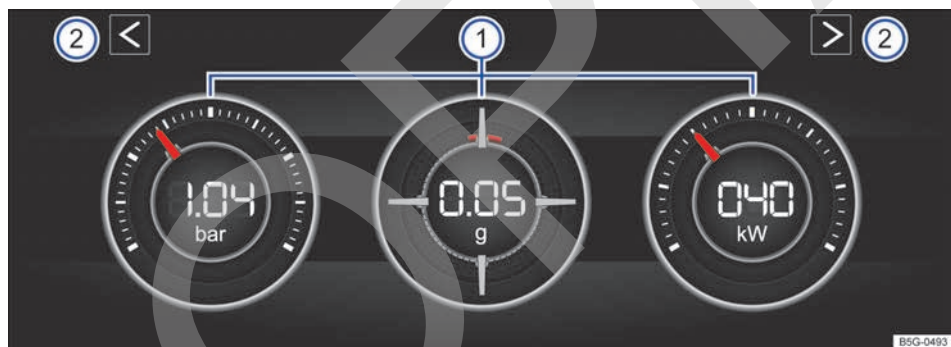
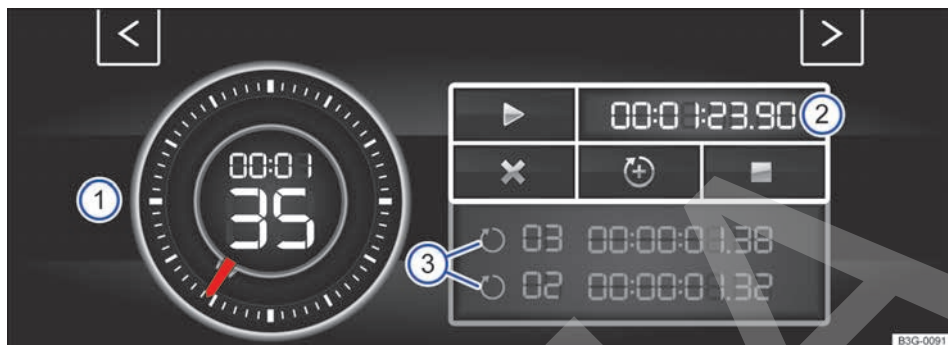
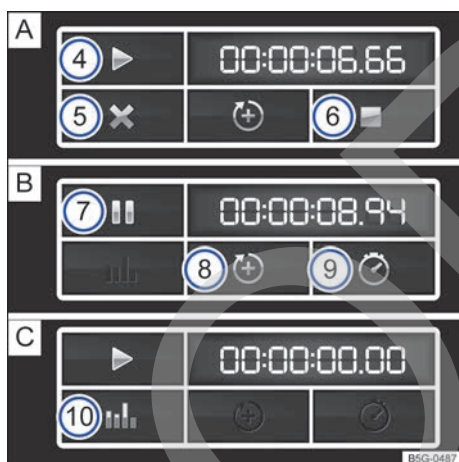

Fig. 29 En el sistema de infotainment: monitor de potencia.
Fig. 30 En el sistema de infotainment: cronómetro, botones de función y tiempos de las vueltas.
Fig. 31 Botones de función en el sistema de infotainment: cronometraje en caso de una vuelta **A** detenida, **B** en curso y **C** finalizada.
Legenda de la fig. 29
- ① Áreas de visualización.
- ② Flechas para cambiar al cronómetro.
Si desea cambiar entre el monitor de potencia y el cronómetro → pág. 47, pulse sobre una de las flechas que hay a la derecha y a la izquierda por encima de los instrumentos → fig. 29 ②.
La pantalla puede mostrar simultáneamente 3 instrumentos, como máximo. Todos los instrumentos se pueden seleccionar indistintamente para cualquier área de visualización → fig. 29 ① (izquierda, central y derecha).
- **Indicador de la presión de sobrealimentación:** este indicador → fig. 29 ① (a la izquierda) muestra la presión en el tramo comprendido entre el turbocompresor y el motor (en la unidad "bar"). Cuanto más a la derecha se encuentre la aguja en la escala, mayor será la potencia que entrega el motor.
- **Medidor de la aceleración (acelerómetro):** el medidor de la aceleración (acelerómetro) → fig. 29 ① (en el centro) muestra en la zona central el valor de la aceleración (en la unidad "g"). La marca roja de la zona con forma reticular muestra la fuerza de la aceleración y la dirección de la fuerza que actúa (en dirección opuesta según las leyes físicas). Si, p. ej., se gira hacia la izquierda, la marca roja se mueve en la zona derecha del instrumento (y viceversa). La marca roja se mueve hacia abajo cuando se acelera, y hacia arriba, cuando se frena. La fuerza de la aceleración se representa mediante la posición de la marca roja de dentro hacia fuera. Cuando aumenta la aceleración, la marca roja se aleja de la zona central.
- **Indicador de potencia:** el indicador de potencia → fig. 29 ① (a la derecha) muestra la potencia del motor solicitada en formato digital y en la escala circundante (en kW).
Leyenda de la → fig. 30 y → fig. 31
- En el monitor de potencia, pulse una de las flechas → fig. 29 ② para cambiar al cronómetro.
- En el monitor de potencia, pulse una de las flechas → fig. 29 ② para cambiar al cronómetro. ▶
Con las flechas → fig. 29 ② o → fig. 30 puede cambiar en todo momento entre el cronómetro y el monitor de potencia.
Iniciar o continuar el cronometraje	<p>Pulse el botón de función ► → fig. 31 A ④ para comenzar o continuar.</p> <p>Si el encendido está desconectado no es posible el cronometraje. Aparece un mensaje en la pantalla.</p> <p>Pulse Iniciar para comenzar con el cronometraje. El cronometraje comienza automáticamente en cuanto el vehículo se mueve marcha adelante.</p> <p>Solo es posible comenzar con una primera vuelta nueva si anteriormente se han puesto los datos de la estadística a cero.</p>
Finalizar el cronometraje	<p>Pulse el botón de función de finalizar ■ → fig. 31 A ⑥.</p>
Detener el cronometraje	<p>Pulse el botón de función de pausa II → fig. 31 B ⑦.</p>
Iniciar una nueva vuelta	<p>Pulse el botón de función → fig. 31 B ⑧ para añadir una nueva vuelta. Se guarda el tiempo de la última vuelta y se comienza una nueva vuelta. El tiempo total de las vueltas se muestra en la estadística.</p>
Interrumpir la vuelta actual	<p>Pulse el botón de función → fig. 31 A ⑤ para interrumpir la vuelta.</p> <p>En el caso de un cronometraje en curso, pulse el botón de función de pausa II B ⑦. El cronometraje se interrumpe y el tiempo de la vuelta se borra. En la estadística se muestra --: --:--:--:--:--.</p>
Mostrar tiempo intermedio	<p>Pulse el botón de función ⏸ → fig. 31 B ⑨ para visualizar el tiempo intermedio. El cronómetro → fig. 30 ① se detiene durante algunos segundos y se muestra el tiempo intermedio.</p>
Mostrar la estadística	<p>Una vez finalizado o interrumpido el cronometraje, pulse el botón de función → fig. 31 C ⑩ para ver la estadística.</p> <p>La estadística muestra el número de vueltas, el tiempo total, la vuelta más rápida y la más lenta, el promedio de todos los tiempos y los valores de todas las vueltas.</p> <p>Pulsando el botón de función ⏪ se vuelve al menú anterior.</p>
Poner a cero los datos de la estadística	<p>Pulse el botón de función → fig. 31 C ⑩ para visualizar la estadística. Borre los datos pulsando el botón de función Poner a cero.</p>